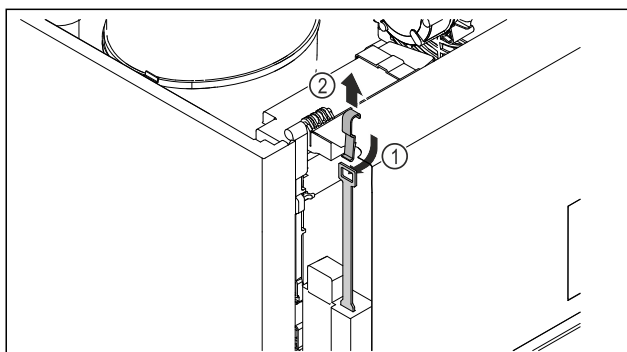

Fig. 211
- Skub nødoplåsningsnøglen Fig. 211 (1) ind oppefra, sæt den i låsen, og træk den opad Fig. 211 (2).